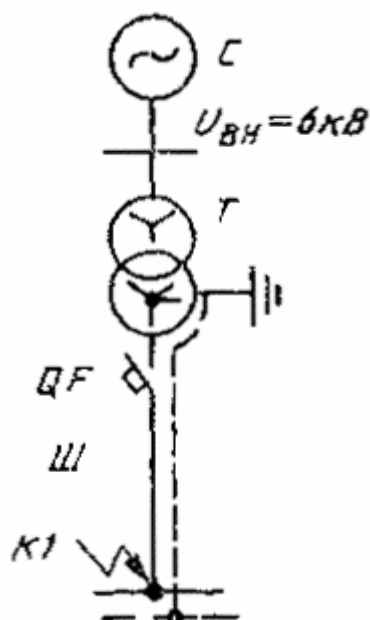

Рис. 1. Расчетная схема
Для схемы, приведенной на рис. 1, определить токи при трех-, двух- и однофазном КЗ в точке К1. Для трехфазного КЗ определить максимальные и минимальные значения тока КЗ. Исходные данные для расчёта приведены в табл. 1.
1. Назовите элемент 1, изображенный на рис. 1:
Рис. 1. Защитное зануление корпусов светильников в сети с заземленной нейтралью (система заземления ЭС *TN*) при вводе в светильник кабеля или провода – неправильное подключение (а) и правильное подключение (б).